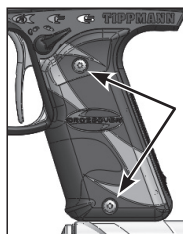
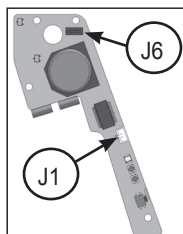

Figure 12: Vis, couvercle du grip
Figure 13: Connecteurs de câblage
3. Pour enlever le circuit imprimé de l'**électronique** (44), utilisez une clé Allen de 5/64" pour dévisser les deux vis (61) des deux côtés du couvercle du grip (vis du côté gauche comme indiqué en Figure 12).
- a. Retirez l'ensemble du couvercle du grip (60).
- c. Enlevez 3 vis (45) du circuit imprimé de l'électronique.
- e. Enlevez le Circuit imprimé flexible (43) du connecteur J6 (voir Figure 13) en le appuyant du connecteur.
- f. Enlevez le faisceau de fils du **solénoïde** (40) du connecteur J1 sur le circuit imprimé en le appuyant du connecteur.